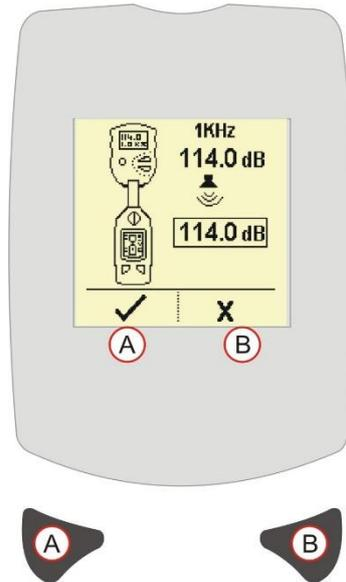

Figura 5 Pantalla del modo de calibración
4. Instalar el calibrador acústico firmemente sobre el micrófono. El instrumento detecta automáticamente un tono de 1kHz procedente de un calibrador de 94 o 114dB e introduce el modo de calibración (consultar la Figura 5).